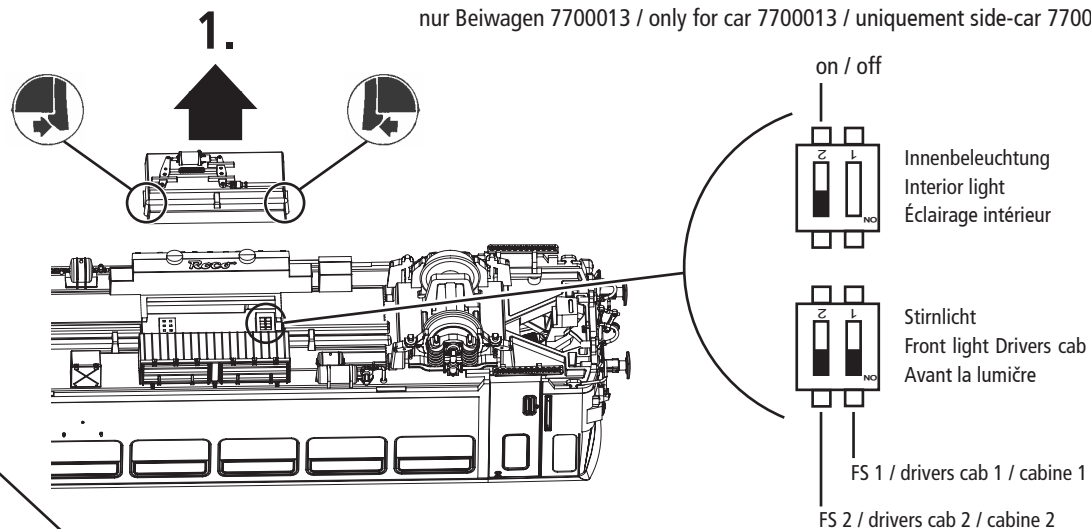

Fig. 9
3. Motorwechsel: Lokgehäuse und Inneneinrichtung abnehmen (Fig. 3+9). Danach wird der Motor ausgebaut (Fig. 9).
3. Motor Changing: First remove loco body and interior (fig. 3+9), and then the motor (fig. 9).
3. Remplacement du moteur: Démontez la caisse (fig. 3+9). Démontez ensuite le moteur (fig. 9).